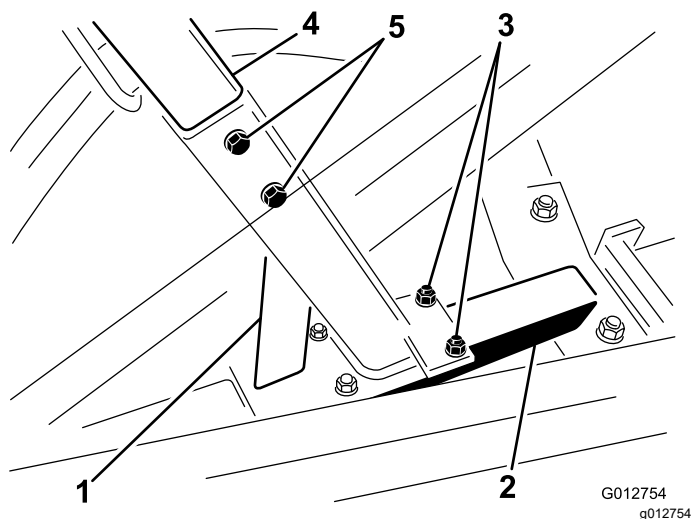

図 5
1. 中央のフレームチューブに下側コントロールタワーを仮止めするU ボルト2 本、フランジナット $\frac{3}{8}$ " 4 個を使用して図 5のように取り付ける。
2. 図 5のように、下側コントロールタワーに上側コントロールタワーを取り付けるキャップスクリュー $\frac{3}{8}$ x 2 $\frac{3}{4}$ " 2本とフランジナット $\frac{3}{8}$ " 2 個を使用する。